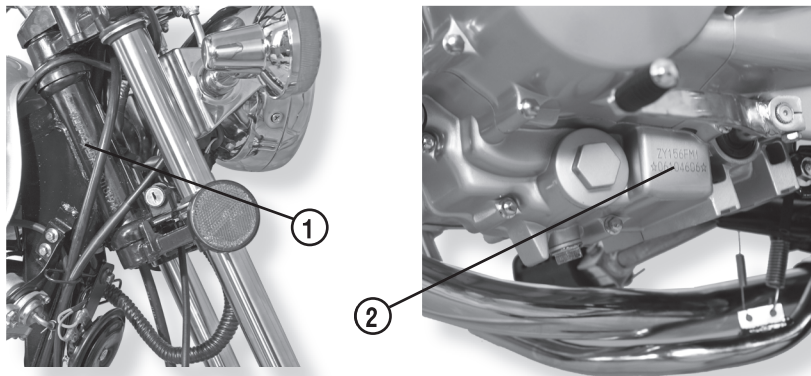

Рис. 1 Расположение номеров двигателя и рамы
2. Соответствие номеров рамы (рис. 1, поз. 1) и двигателя (рис. 1, поз. 2) на мотоцикле и в талоне предпродажной подготовки. Номер рамы отштампован на правой стороне рулевой колонки; серийный номер двигателя отштампован на левой стороне нижней части картера двигателя.